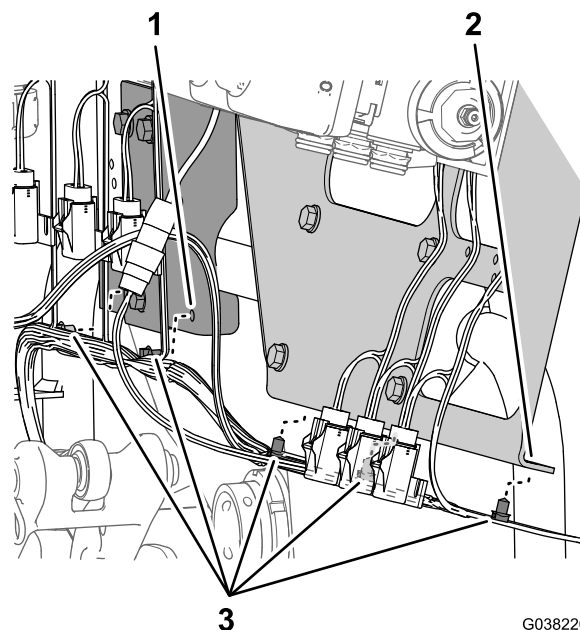

Figura 50
4. Sujete el arnés de cables de la máquina al soporte de las válvulas de agitación, caudal, y fumigación maestra y el soporte de las válvulas de sección con las 5 grapas (Figura 50).